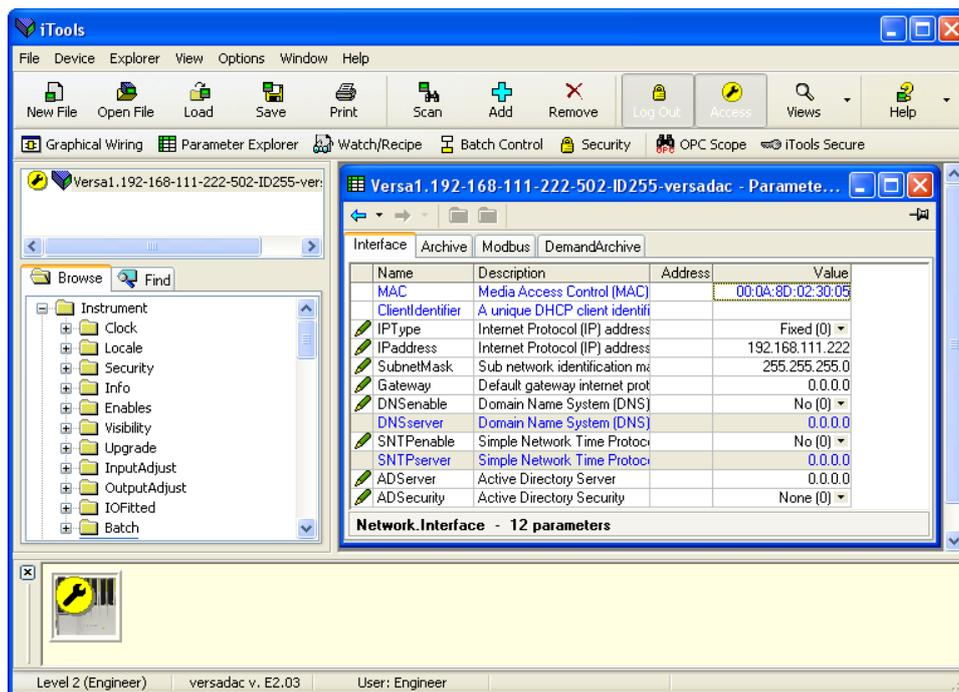
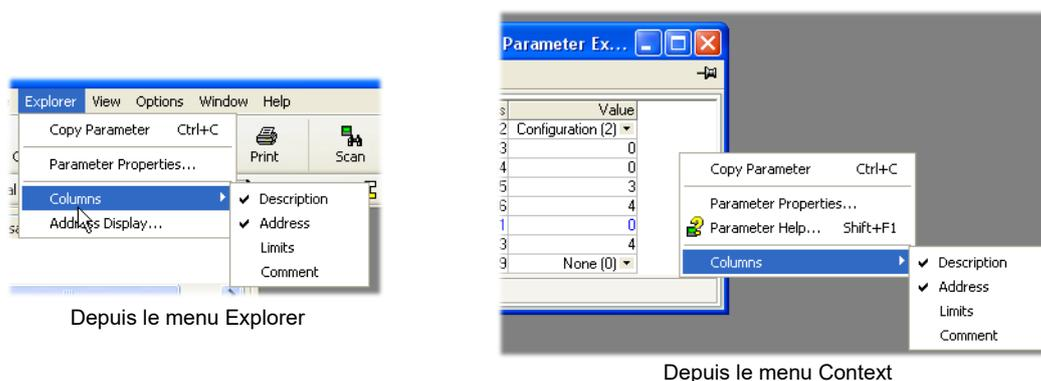

Figure 49 Exemple de tableau de paramètres
Figure 50 Activer/désactiver la colonne
Dans chaque cas, les paramètres du bloc fonction apparaissent dans la fenêtre iTools sous forme tabulaire, comme dans l'exemple de la Figure 49.
La Figure 49 présente la mise en page des tableaux par défaut. Il est possible d'ajouter/supprimer des colonnes de l'affichage à l'aide de l'élément « Colonnes » des menus Exploration ou contextuel (Figure 50).
2. Colonnes. La fenêtre d'exploration par défaut (Figure 49) contient les colonnes « Name », « Description », « Address » et « Value ». Comme la Figure 50 le montre, les colonnes à afficher peuvent être sélectionnées, dans une certaine mesure, à l'aide du menu « Explorer » ou du menu contextuel. Les « Limites » ont été validées pour l'exemple ci-dessus.